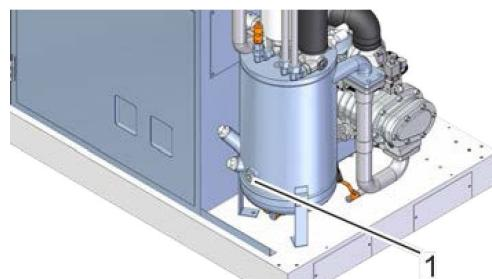

Рис. 28: Смотровое стекло
3. Проверить смотровое стекло (Рис. 28/1) на предмет полного увлажнения.